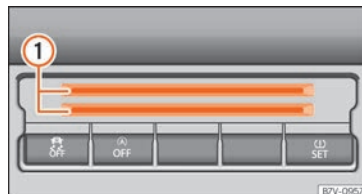

**Fig. 162** Parte inferior de la consola central: compartimento para tarjetas.
En la parte inferior de la consola central hay un compartimento » **fig. 162** ① para depositar monedas, tarjetas, resguardos de aparcamiento o similares.